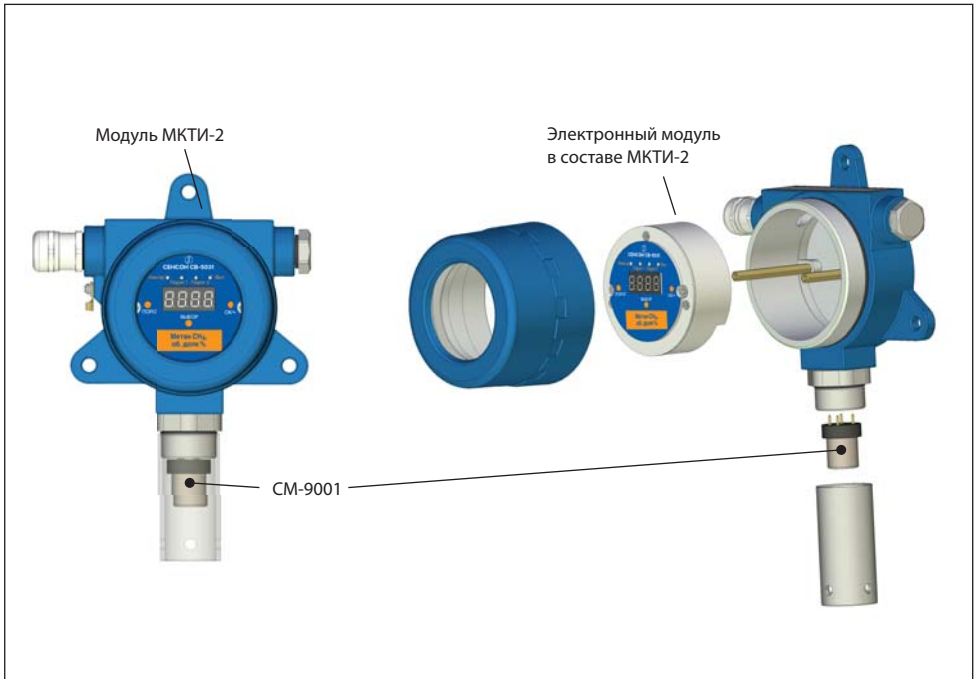

Рис.2. ГС "Сенсон-СВ-5031-СМ"
- модуля коммутации, трансляции индикации МКТИ-2 (рис.2);